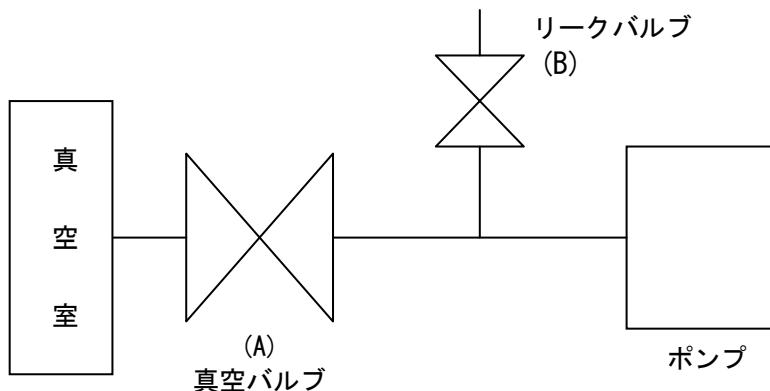

図4. 真空室と基本的な配管接続図
- (2) 真空室とポンプの間には、図4. のように、真空バルブ(A)及びリークバルブ(B)を取り付けて下さい。
リークバルブ(B)を閉じ、吸気口につながる真空バルブ(A)を開いて電源のスイッチを“ON”にして運転を開始して下さい。ポンプが排気を始めます。（図4. 参照）
まず真空バルブ(A)を閉じ、速やかにリークバルブ(B)を開いて電源のスイッチを“OFF”にします。（図4. 参照）